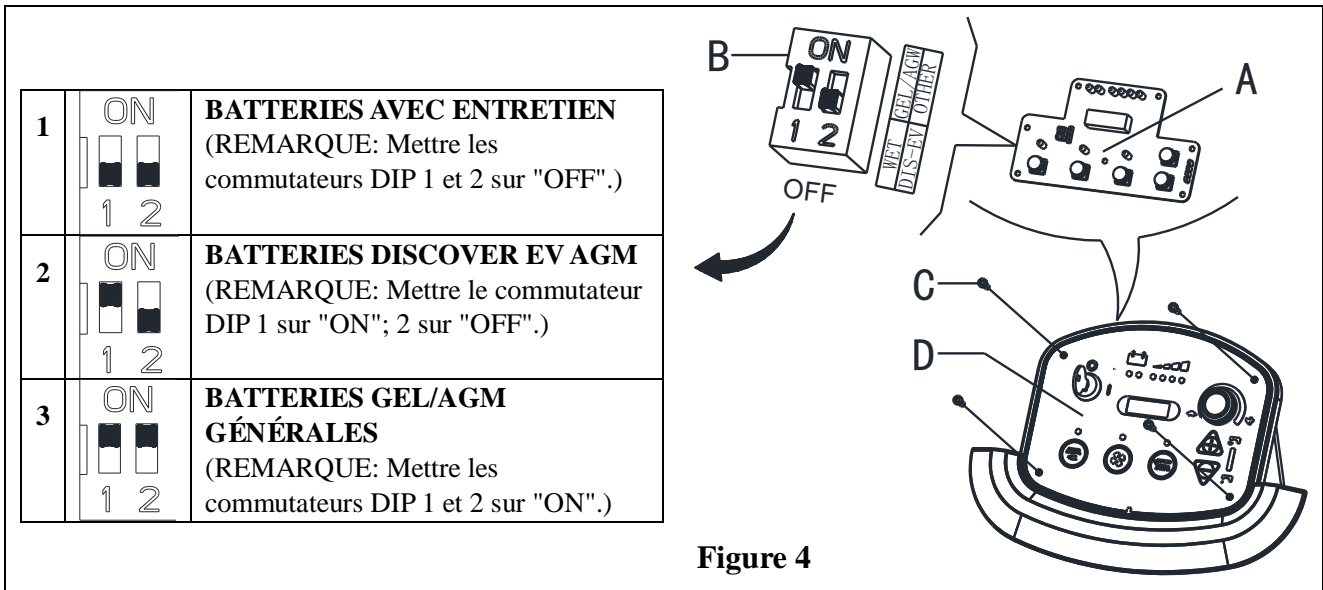

Figure 4
Lorsque de l'installation de nouvelles batteries, veuillez vous référer à la figure 4 pour régler les commutateurs DIP. Sinon, les batteries peuvent être endommagées.
4. Dévisser les vis sur le panneau de commande (C, Figure 4), puis retournez le PCB (A Figure 4) pour trouver le commutateur DIP (B, Figure 4) pour régler le type de batterie (AVEC ENTRETIEN OU Discover EV AGM ou GEL), (Se référer à 1 ou 2 ou 3).
1. Appuyer sur les deux boutons (A, Figure. 4) et (B) en même temps, insérer la clé de contact (D) et allumer l'alimentation ; après 0,5 seconde, accéder au mode de réglage de la batterie. Affichage LED pendant le réglage (C), relâcher les boutons.
2. Le mode peut passer de 0 à 5 en appuyant sur le bouton (B), ou passer de 5 à 0 en appuyant sur le bouton (A). Une fois le réglage du mode de batterie terminé, couper l'alimentation (D) et le nouveau réglage du mode de batterie peut être sauvegardé automatiquement.